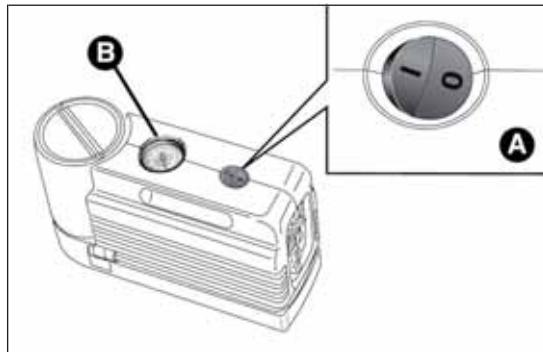

fig. 166
- assicurarsi che l'interruttore A fig. 166 del compressore sia in posizione 0 (spento), avviare il motore, inserire la spina nella presa di corrente ubicata sul tunnel centrale o nel bagagliaio fig. 167 ed azionare il compressore portando l'interruttore A in posizione 1 (acceso). Gonfiare lo pneumatico